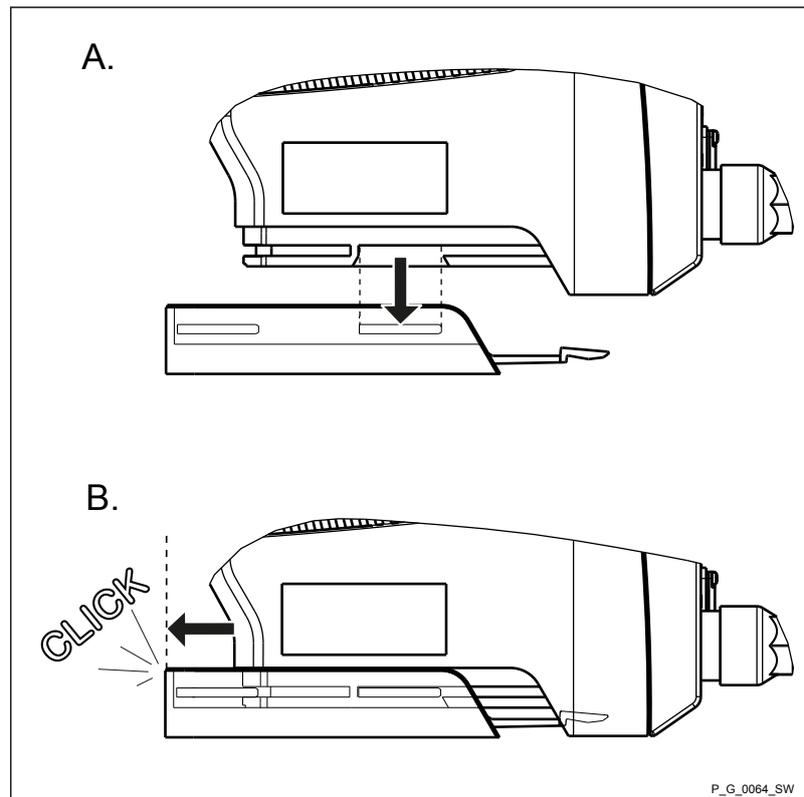

Fig. 9
3. ➔ Clipsez la pompe doseuse avec son pied dans la plaque de montage - voir Fig. 9 .